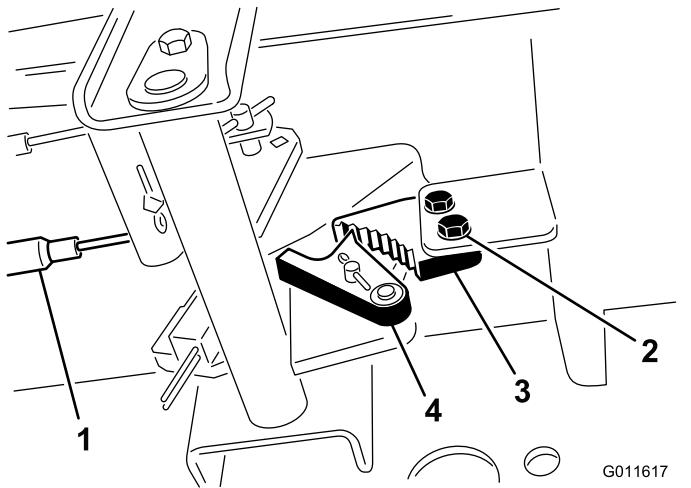

Bild 88
- Lösen Sie die zwei Schrauben, mit denen die Sperre der Feststellbremse am Rahmen befestigt ist (Bild 88).
- Drücken Sie das Pedal der Feststellbremse nach vorne, bis die Bremsenarretierung ganz an der Bremssperre greift (Bild 88).